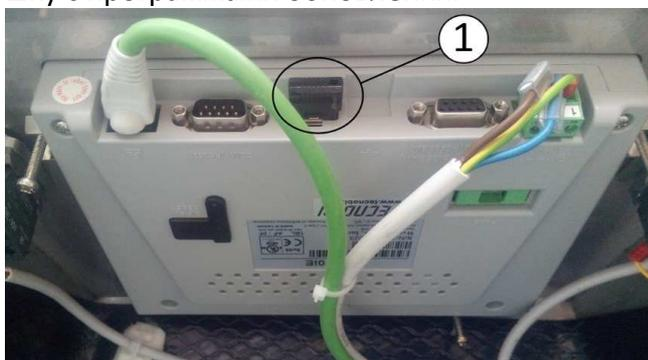

Рисунок 15
- Ослабьте винты, фиксирующие переднюю панель и аккуратно снимите её для получения доступа ко входу USB, расположенного на внутренней части дисплея из. 1 Рис. 15.
- Включите оборудование посредством общего выключателя, выставив его на позицию "ВКЛ" (ON).
Все рецепты, созданные посредством оборудования, запоминаются на флэшке, установленной на панели из. 1 Рис. 15. Рекомендуем создать резервную копию всех рецептов для сохранения проделанной работы в случае случайной утери всех данных.
- Ослабьте винты, фиксирующие переднюю панель и аккуратно снимите её для получения доступа ко входу USB, расположенного на внутренней части дисплея из. 1 Рис. 15